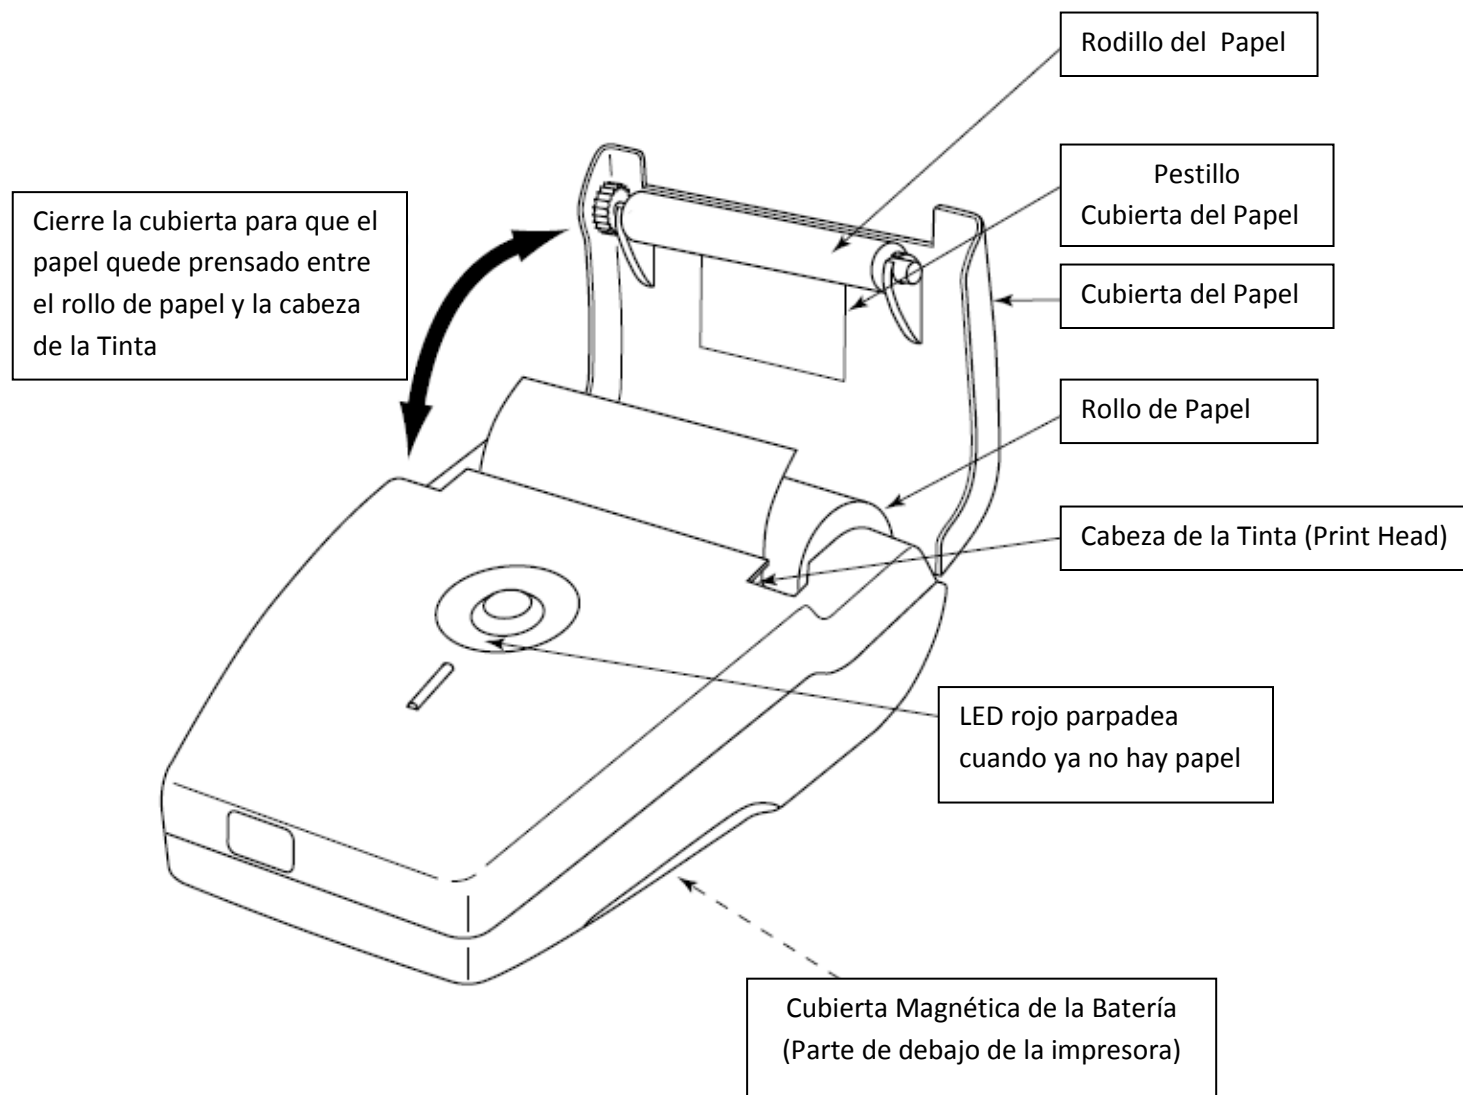

Figura 3. Mantenimiento
1. Levante la cubierta, y abra la cubierta donde se encuentra el rollo de papel, como se muestra en la Figura 3.